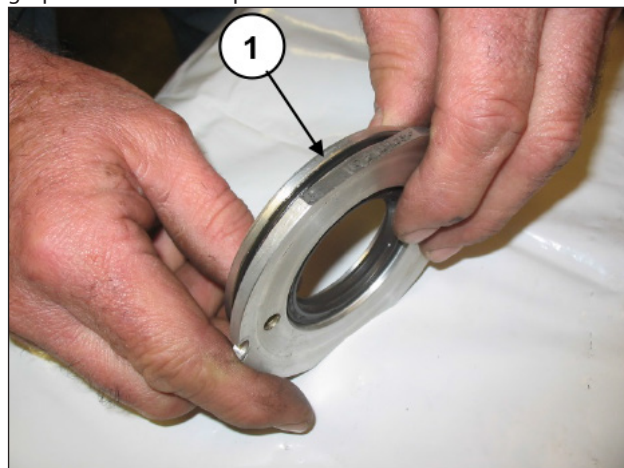

Fig. 118
Posicione o O-Ring (pos. ①, Fig. 118) no local da cobertura da junta do óleo e, através da abertura superior do cárter, insira o grupo montado no respectivo assento.